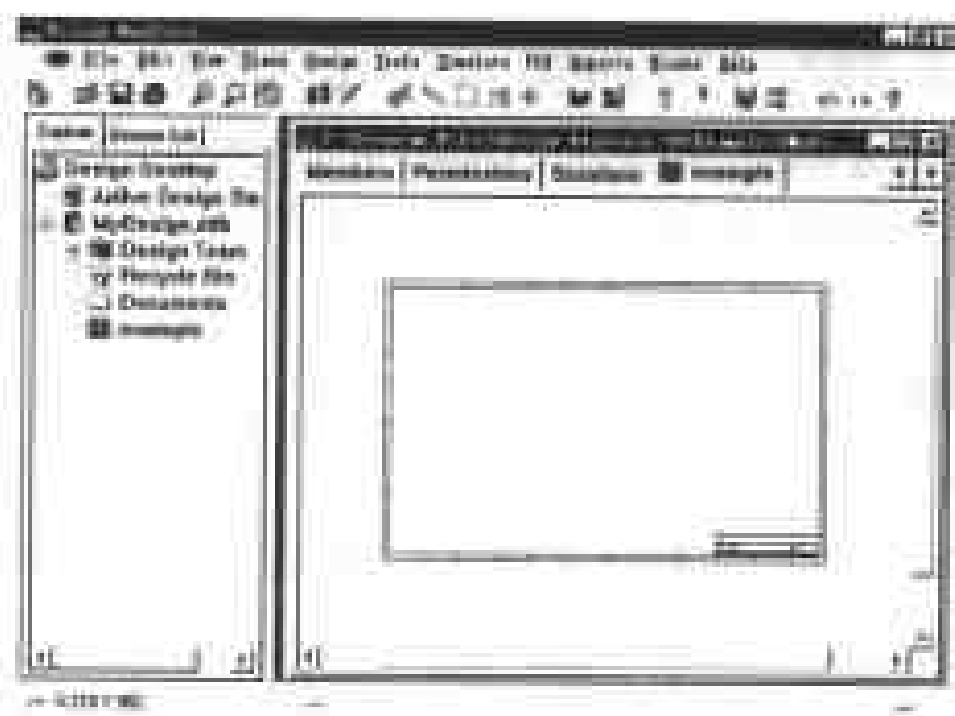

图 2-4 进入原理图编辑环境
(5) 单击左侧窗口 Explorer 下的 example 图标, 或双击右侧窗口中的 example 图标, 则进入原理图编辑环境, 如图 2-4 所示。